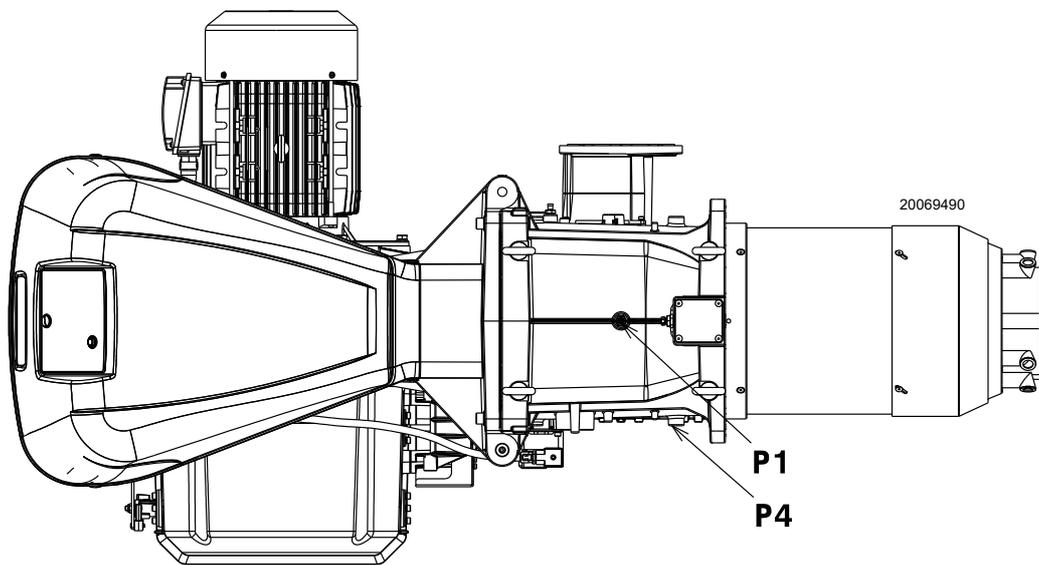

Fig. 25
Pressione del gas misurata alla presa P1)(Fig. 25), con:
- sottrarre dalla pressione del gas alla presa P1)(Fig. 25) la pressione in camera di combustione.
Pressione del gas alla presa P1)(Fig. 25) = 58,1 mbar
Per conoscere invece la pressione del gas necessaria alla presa P1)(Fig. 25), fissata la potenza MAX alla quale si desidera funzioni il bruciatore:
- Leggere sulla destra, colonna 1, la pressione alla presa P1)(Fig. 25).
pressione necessaria alla presa P1)(Fig. 25).